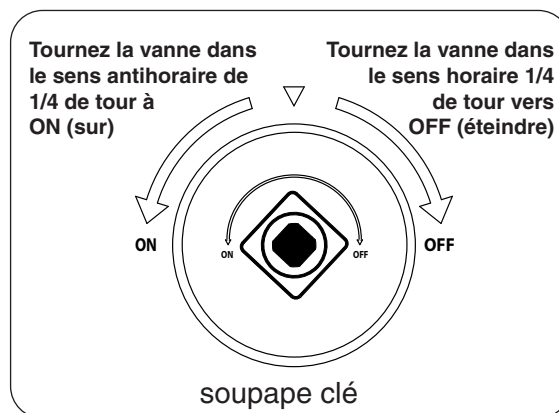

Fig. 48-2
4. **Une fois que le match est en feu et en position**, tournez la vanne clé sens anti-horaire d'un tour à la position **ON (sur)** 1/4 (voir Fig. 48-2). Votre brûleur devrait s'allumer.
**AVERTISSEMENT:** Si le brûleur ne se allume pas dans les cinq (5) secondes de tourner sur la vanne clé, tournez immédiatement la vanne clé vers la droite d'une tour à la position **OFF (éteindre)** 1/4.
**Pour éteindre votre brûleur à gaz**, tournez la soupape clé vers la droite d'une tour à la position **OFF (éteindre)** 1/4 (voir Fig. 48-2). Assurez-vous que la vanne clé est tournée entièrement au large pour éviter toute fuite de gaz.